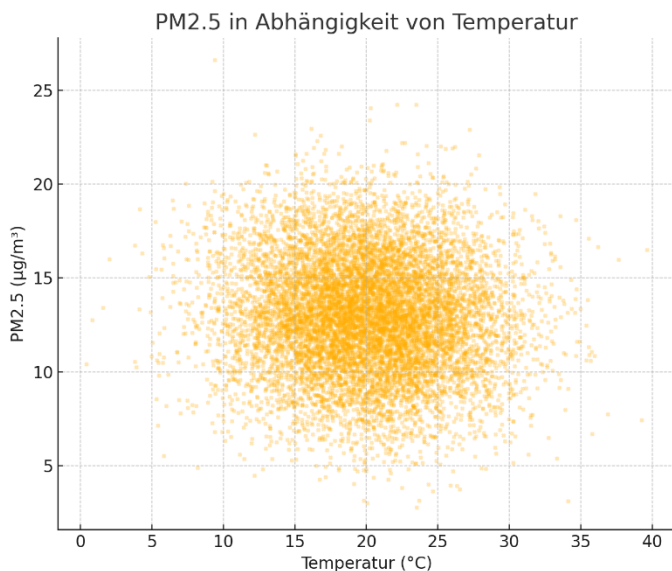

Abb. 1 - Zusammenhang T zu PM2.5 (Quelle: MW technologies)
- **Links Abb.1:** Mit steigender Temperatur sinken die PM2.5-Werte leicht – vermutlich durch bessere Konvektion und geringere Kondensation.